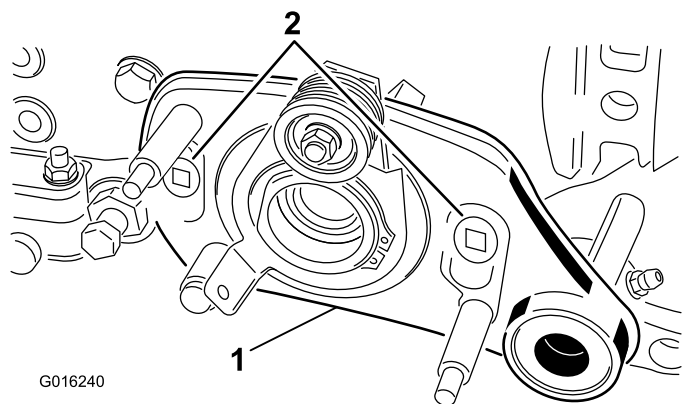

Figure 8
8. Retirez les 2 boulons à épaulement qui fixent le plateau d'entraînement au cadre de l'unité de coupe (Figure 8).
9. Déposez le plateau d'entraînement du groomer (Figure 8) de l'arbre du groomer et de l'unité de coupe, puis localisez et déposez la cale du groomer.